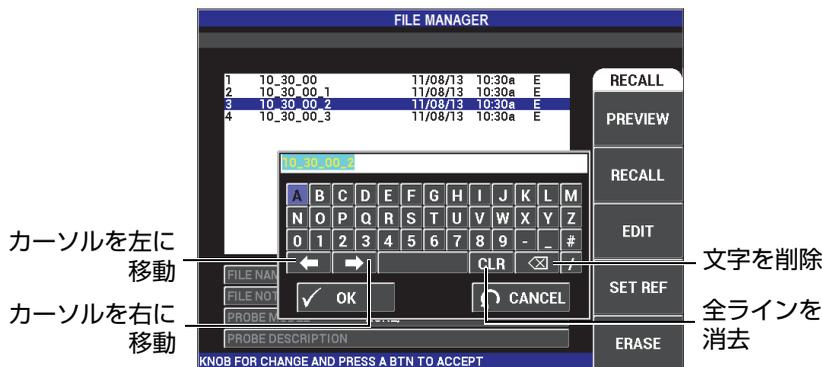

図 4-16 ファイルマネージャーメニューのメモリーテキストエディターおよび特別なボタン
次の手順は、ファイルメニューキー (SD) がすでに押されており、**ファイルマネージャー**メニューが表示されていることを想定しています (104 ページの図 4-16 を参照)。
探傷器の画面でメモリーテキストエディターを有効にします (104 ページの図 4-16 を参照)。
テキストエディターの操作キーや特別なボタンによって、すべてのフィールドで再入力せずに、誤って選択された文字の変更や前に入力した情報の変更が可能です（特別なボタンや文字の識別については 104 ページの図 4-16 を参照）。